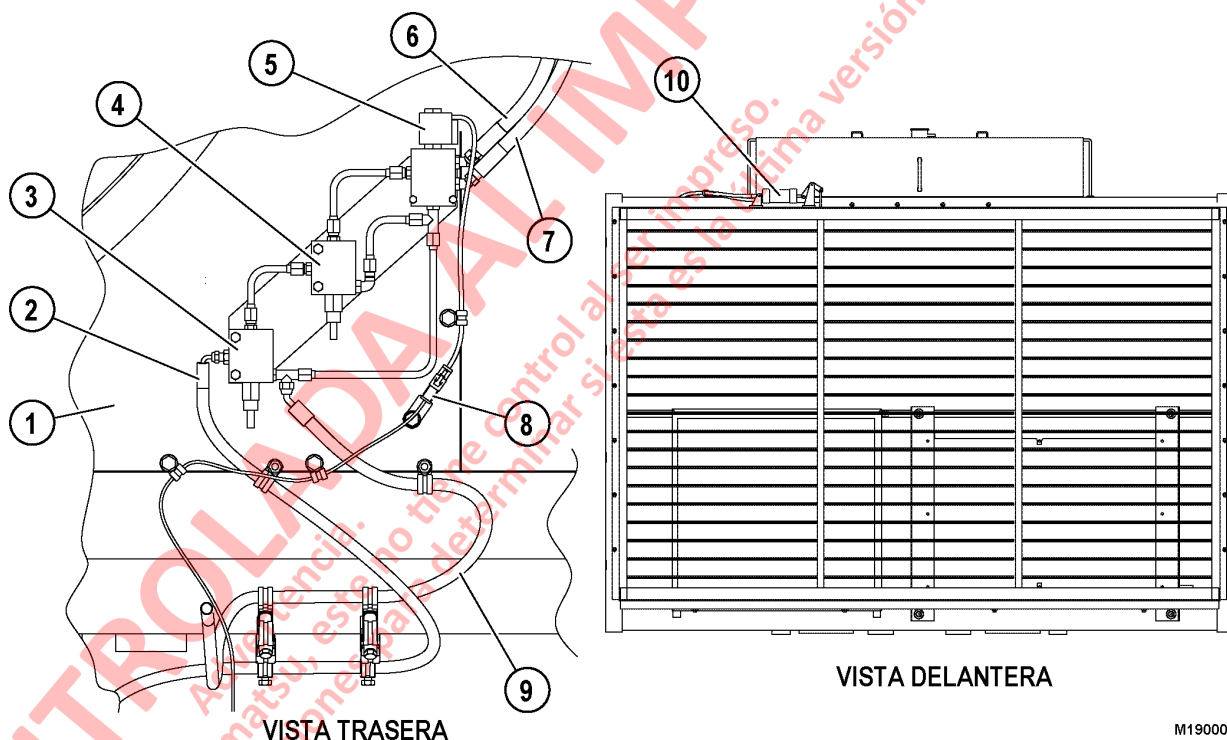

FIGURA 19-1. VÁLVULAS DE SUMINISTRO DE ACEITE DEL CILINDRO ACCIONADOR DE ALETAS
La presión de aceite hidráulico para operar el cilindro del accionador del conjunto de persianas se suministra desde el circuito de dirección del camión. La manguera (2, Figura 19-1), que está conectada a un acople en "T" en el puerto de suministro de la bomba del sistema de lubricación automática, dirige el aceite a la válvula reductora de presión (3). Esta válvula reduce la presión del circuito de dirección de 24 132 kPa (3500 psi) a 10 342 kPa (1500 psi). La presión se reduce más aún a 517 kPa (75 psi) por medio de la válvula reductora de presión (4). Esta válvula suministra el aceite a la válvula solenoide de la persiana (5) para presurizar el extremo de la cabeza del cilindro accionador de las persianas (10), el cual cierra las persianas mientras el motor se calienta. Cuando se indica que las persianas están abiertas, la válvula solenoide se desenergiza y el carrete cambia para dirigir el aceite al extremo del vástago del cilindro accionador. Luego, el aceite vuelve al tanque hidráulico a través de la manguera (9).
La válvula solenoide (5, Figura 19-1) y las válvulas reductoras de presión (3) y (4) en el circuito hidráulico vienen configuradas de fábrica y no se pueden ajustar. Si la válvula no está funcionando, reemplace el conjunto de válvula y cuerpo.